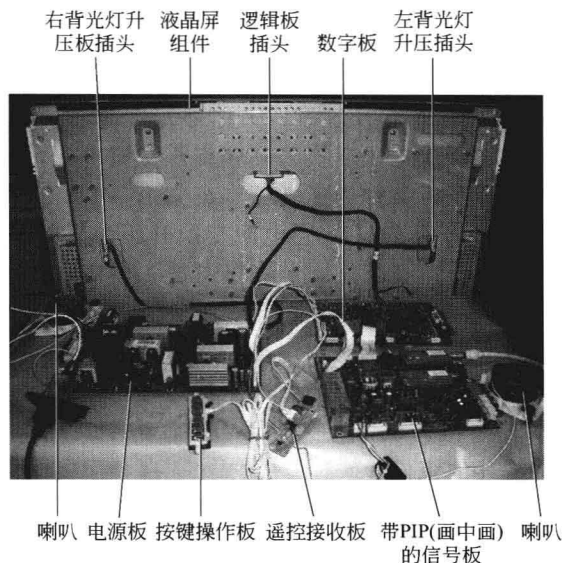

图 1-4 高频调谐器+中频组件+AV 板整合的液晶电视机
① 高频谐器+中频组件+AV 板整合的液晶电视机 图 1-4 是高频调谐器+中频组件+AV 板整合的画中画液晶电视机。这种电视机的信号板上包括了主画面、子画面图/声信号的接收及模拟处理功能。图像信号的数字处理则由数字板进行。